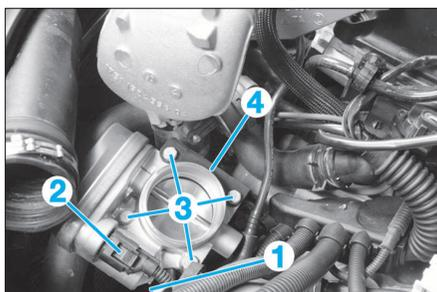

FIG. 2
- Déconnecter le connecteur (2) du boîtier papillon (Fig.2).